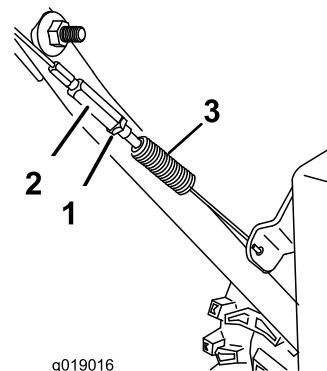

Figura 31
- Afloje la contratuerca (Figura 31).
- Afloje o apriete el tensor para ajustar el pasador a fin de obtener el espacio correcto entre el pasador y el extremo delantero de la ranura (Figura 31).
- Apriete la contratuerca (Figura 31).